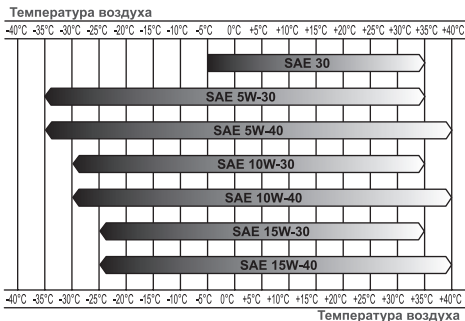

Рис. 7 Определение вязкости масла
*Нельзя применять масло для двухтактных двигателей. Рекомендуется применять моторное масло для четырехтактного бензинового двигателя категории SE и SF по системе классификации API. Вязкость масла по классификации SAE выбирается в зависимости от температуры окружающего воздуха, при которой будет работать двигатель. При выборе вязкости масла пользуйтесь таблицей, показанной на Рис. 7.*